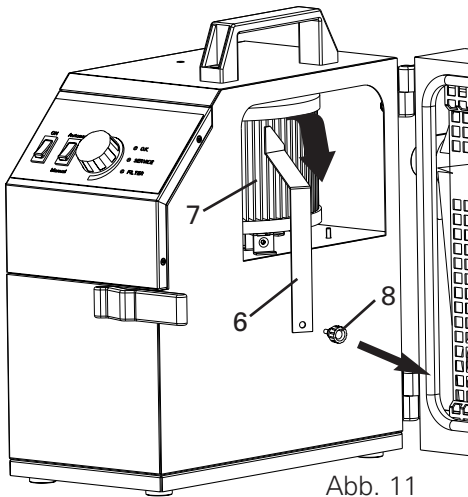

Abb. 11
- Öffnen Sie den Verschluss 1 der Filtertür und entfernen Sie die Transportsicherung 6 durch lösen der Rändelschraube 8. (Abb. 11).